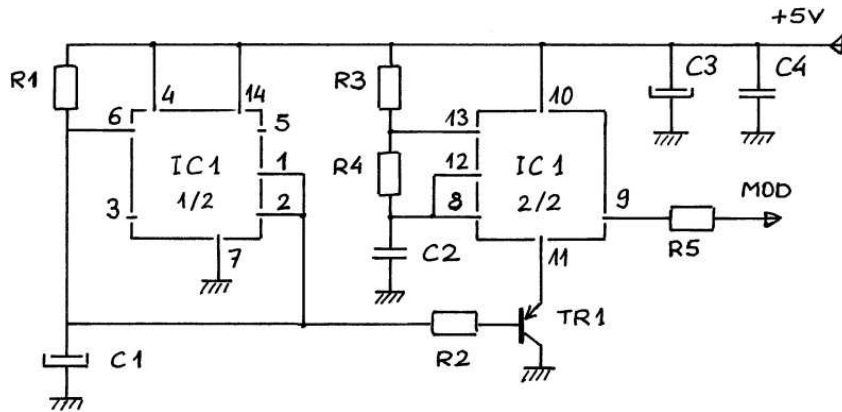
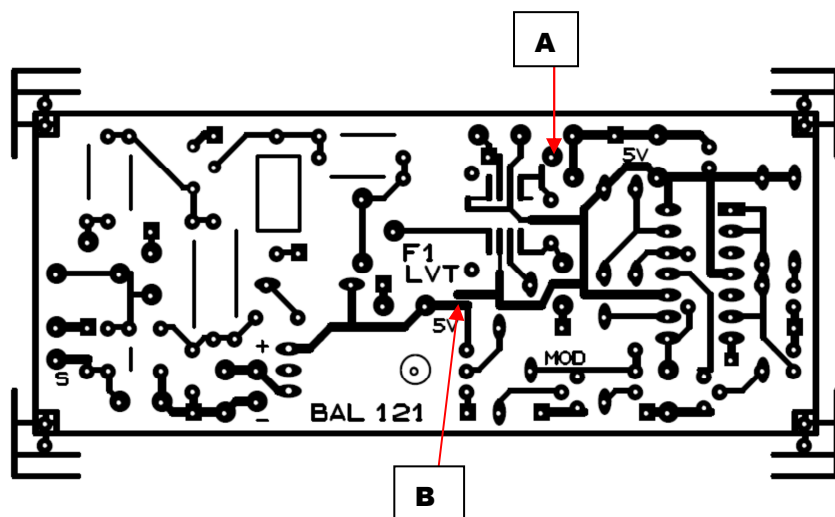

Figure 3 : La partie BF du montage : le modulateur
Figure 7 : Les pistes à relier ou à laisser isolées
Pour le modulateur, nous avons réutilisé un montage déjà éprouvé, construit autour d'un double timer NE555 [4]. C'est un système qui génère des créneaux, dont la variation de largeur donne la variation de tonalité (Figure 3). La partie droite (IC1 2/2) fournit la note de base, et la partie gauche (R1, C1 et IC1 1/2) module cette note à 3 Hz [3].
A la construction, il faut faire attention à plusieurs points (Figure 7) :
-- Le point **B** (Figure 7) permet de s'assurer que l'alimentation 5V fonctionne correctement avant de mettre le circuit ICS511 sous tension. Si c'est bon on met un point de soudure.
Quand tout est monté, il faut faire les réglages des circuits accordés (CV2 et CV3). Ce réglage est plus facile à faire en porteuse continue (porteuse non modulée). Si on dispose d'un appareil de visualisation ou de mesure, l'alignement de circuits est facile à faire. Dans le cas contraire, il faut rechercher le maximum de la puissance sortie. Quand tout fonctionne correctement, la puissance est supérieure à 250 mW avec la résistance **RP** (Figure 7) court-circuitée. Sur la Photo 7, la résistance de 100  $\Omega$  limite la puissance à 50 mW.
Le connecteur **C1** est un bornier à 3 broches permettant de fonctionner soit en porteuse continue soit en émission modulée. Quant à **C2** (Figure 7), c'est une commande de blocage de l'émission pour pouvoir piloter la balise à distance. Cette fonction n'est pas décrite sur les schémas des Figure 3 et 4 ; c'est un transistor NPN avec une résistance série sur la base qui permet de mettre à la masse l'entrée OE de l'ICS511 en priorité sur la modulation. Cette fonction additionnelle est facultative.